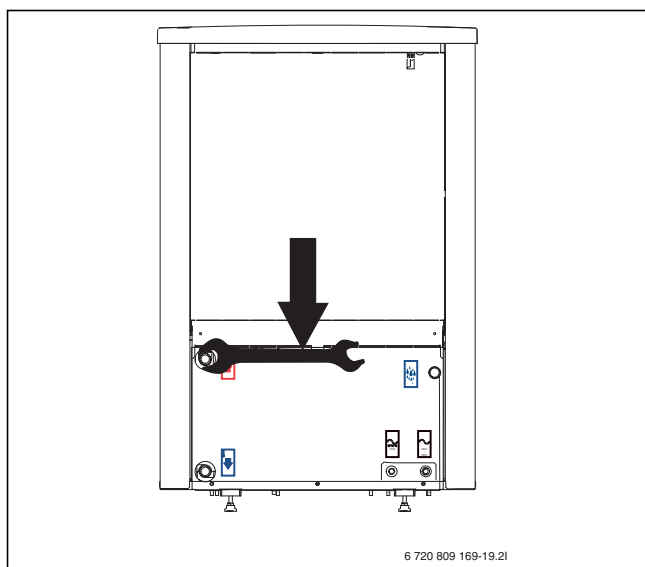

Рис. 80 Момент затяжки соединений теплового насоса.
- ▶ Затяните трубные соединения контура теплоносителя с усилием 120 Нм. Нажимайте вниз как на Рис. 80, чтобы не оказывать поперечного давления на конденсатор.